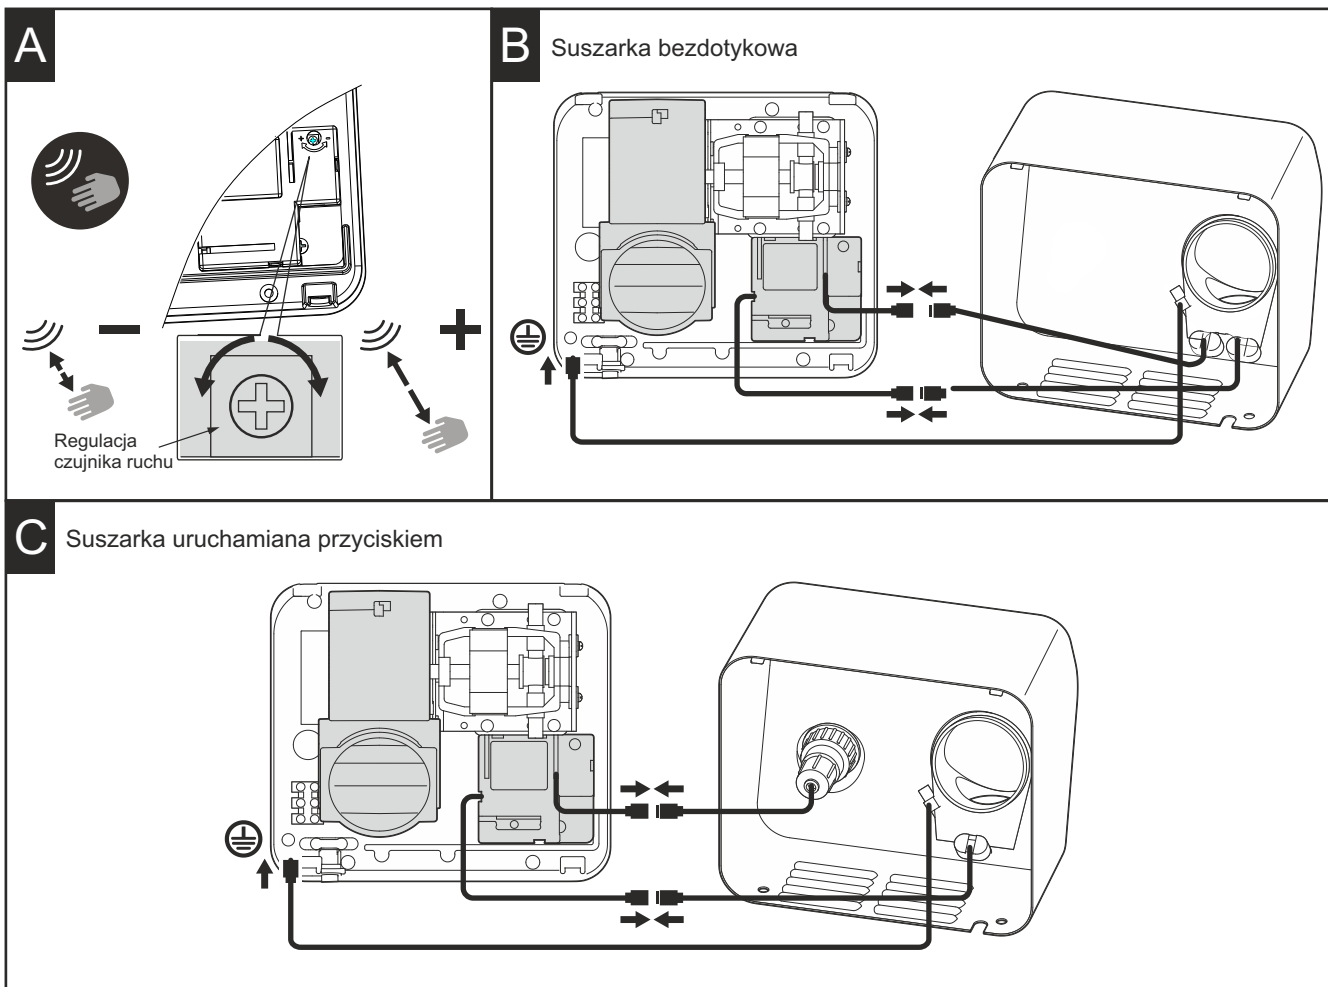

rys. 6
1. Odłącz zasilanie i upewnij się, że nie zostanie nawet przypadkowo włączone przed zakończeniem instalacji (rys. 6 A).
3. Wywierć w ścianie 4 otwory o średnicy 8 mm korzystając z szablonu dostarczonego w opakowaniu suszarki (rys. 6 B).